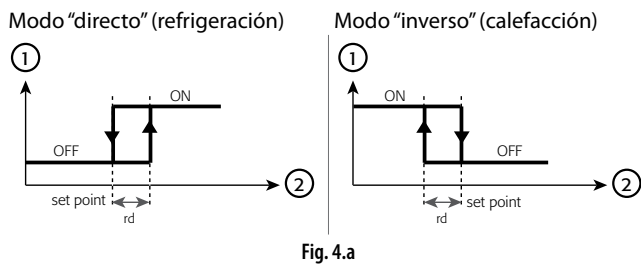

Fig. 4.a
- r3=0: directo con desescarche. Permite demandar la activación del compresor cuando la temperatura medida por la sonda 1 se eleva por encima del punto de consigna. Este modo también incluye el desescarche (también llamado “modo refrigeración”, ver Fig. 4.a)
- r3=1: directo sin desescarche (Fig. 4.a)
- r3=2: inverso sin desescarche (Fig. 4.a). Permite demandar la activación del compresor cuando la temperatura medida por la sonda 1 desciende por debajo del punto de consigna. Este modo NO incluye el desescarche (también llamado “modo calefacción”, ver Fig. 4.a).